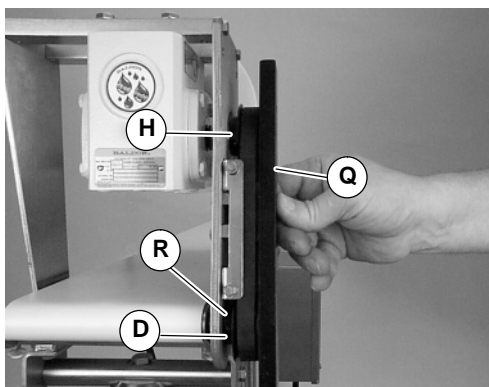

Abbildung 7
6. Mit einem Ausrichtlineal (Q siehe Abbildung 7) die Abtriebszahnscheibe (D) mit der Antriebszahnscheibe ausrichten (H). Die Stellschrauben an der Abtriebszahnscheibe festziehen (R).